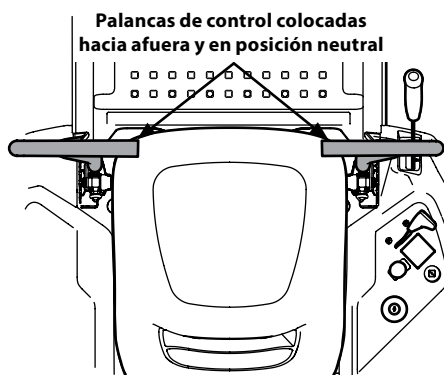

Figura 3-2
- El operador debe estar sentado en el asiento del tractor con las palancas de control de la transmisión totalmente hacia afuera, en la posición neutra, para accionar el freno de mano. Consulte la Figura 3-2.